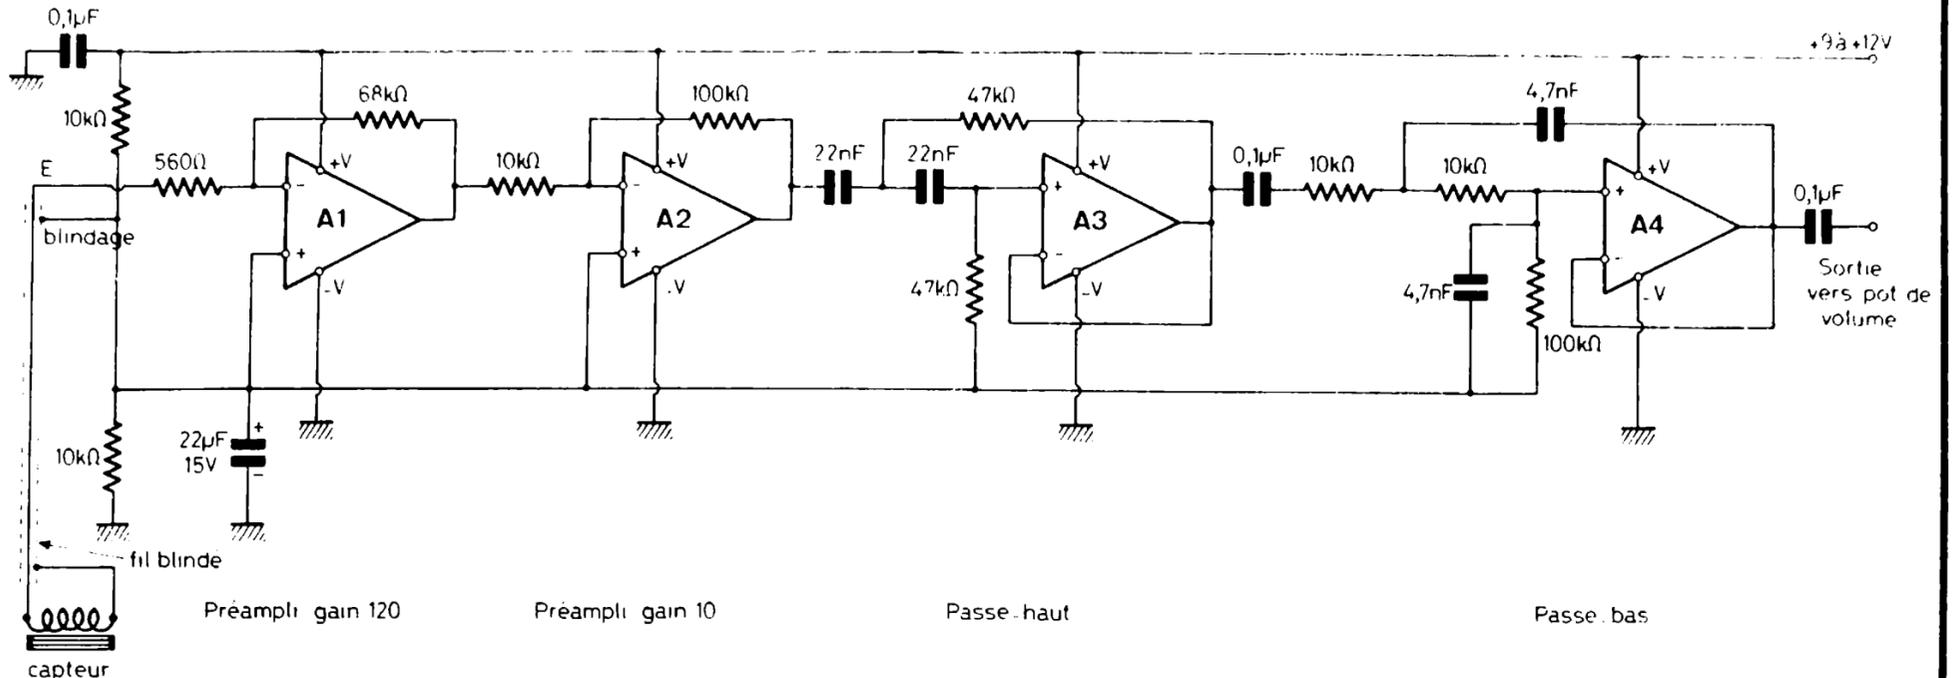

Fig. 5. - Les préamplis et les filtres.
Il se subdivise en trois parties d'inégale importance ; la première, visible figure 5, comprend les préamplis à grand gain et les filtres. Des amplis opérationnels classiques (741) y sont utilisés ; A₁ est un ampli inverseur de gain 120 tandis qu'A₂ ajoute un gain complémentaire de 10 soit 1200 pour les deux premiers étages ; vient ensuite A₃ monté en passe haut selon une structure de « Sallen and Key » ; la fréquence de coupure est fixée par la valeur des éléments à environ 300 Hz ; ensuite A₄ monté selon la même structure est un passe bas de fréquence de coupure 3 kHz. Ces deux filtres sont des filtres actifs présentant une pente de 12 dB/octave et un gain de 1 dans la plage de fréquence transmise.